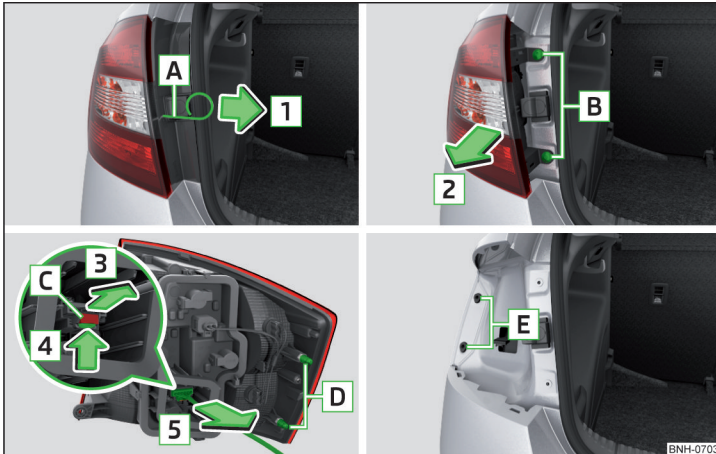

Abb. 275 Leuchte ausbauen / Stecker abziehen
- › In die Öffnung **A** » Abb. 275 den Bügel zum Abziehen der Radvollblenden einführen.
- › Die Leuchte mit den Zapfen **D** in die Aufnahmen **E** in der Karosserie einsetzen » Abb. 275.